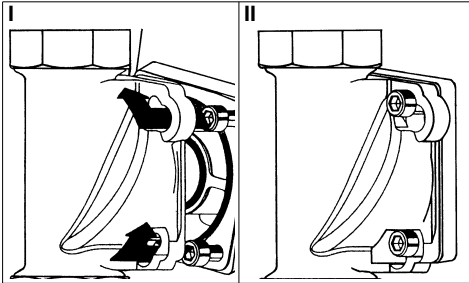

Abb. 4: Einbaudrehflansch mit Bajonett
- Die vier Flanschschrauben M6x25 in die Bajonettbohrung am Einbaudrehflansch stecken (siehe Abb. 4 I).
- Das Juwelierungsgerät im Uhrzeigersinn bis zum Anschlag drehen (siehe Abb. 4 II).